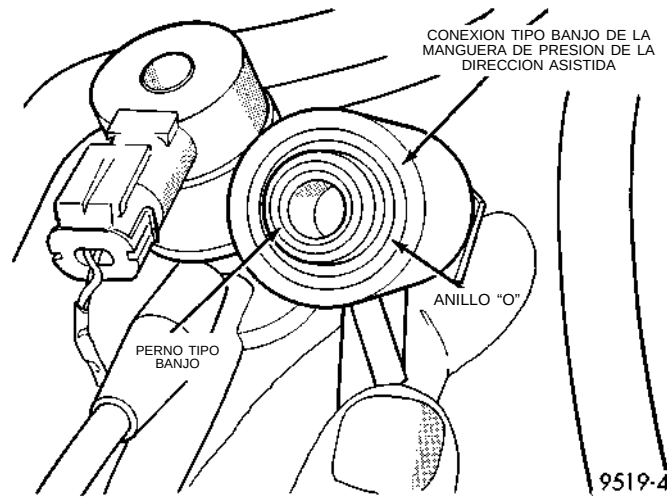

Fig. 13 Anillo "O" en la conexión tipo Banjo de la manguera de la dirección asistida
(3) Instale un anillo "O" nuevo en la conexión tipo Banjo de la manguera de presión de la dirección asistida (Fig. 13).